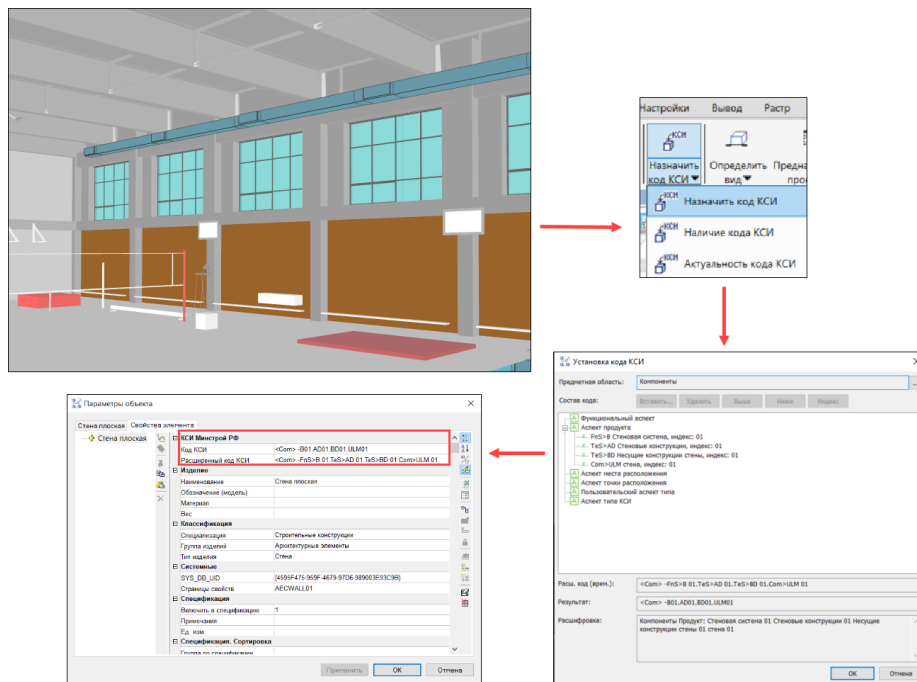

Рис. 13. Назначение кода КСИ
- **Назначить код КСИ** — переход в диалоговое окно, где для каждого объекта задаются параметры кода, который впоследствии отображается в свойствах этого объекта (рис. 13);